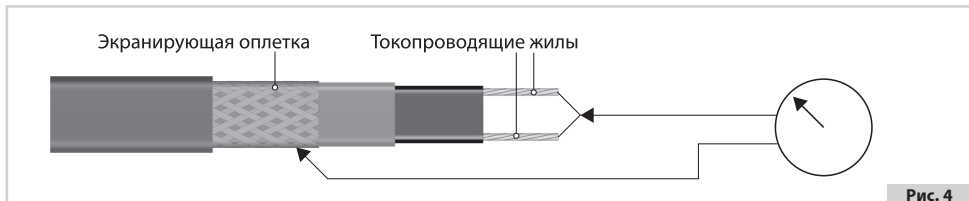

Рис. 4
4.1.13. **Кабели нагревательные саморегулирующиеся имеют температурно-зависимое сопротивление и данные о величине сопротивления не являются достоверным ориентиром для определения присоединенной нагрузки. По этой причине кабели нагревательные саморегулирующиеся проверяются только на сопротивление изоляции нагревательного элемента (измерение производится между токопроводящими жилами и экранирующей оплеткой кабеля (см. рис. 4)) и сопротивление оболочки кабеля (измерение производится между экранирующей оплеткой кабеля нагревательного и контуром заземления).**